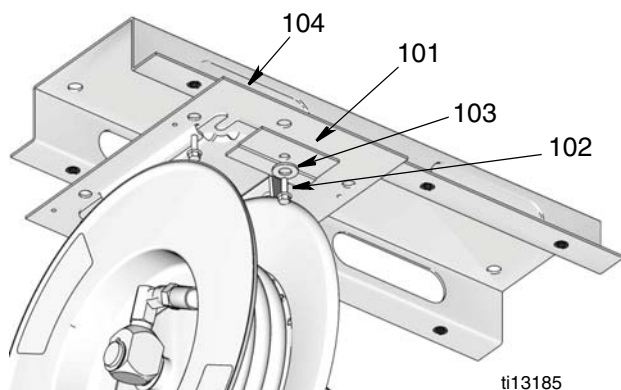

FIG. 14
3. Rimuovere la vite a testa piatta (102), la rondella (103) e la piastra di tenuta (101). Poi far scorrere la bobina fuori dalla piastra base (104) (FIG. 14).